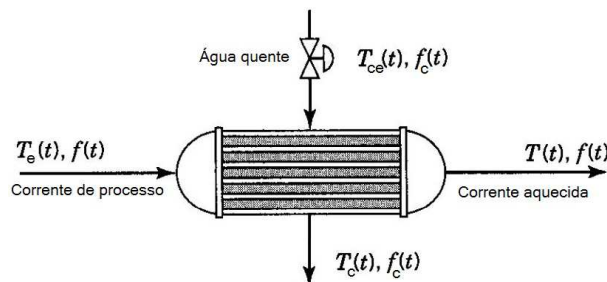

Figura 1: Sistema trocador de calor.
1. Seja o sistema trocador de calor dado na Figura 1.